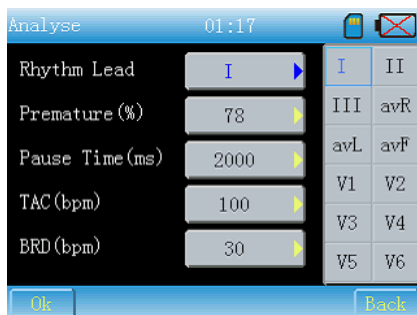

Fig. 7-21
- (1) Dirección del ritmo: haga clic en el botón para acceder a la interfaz de la Fig.7-21